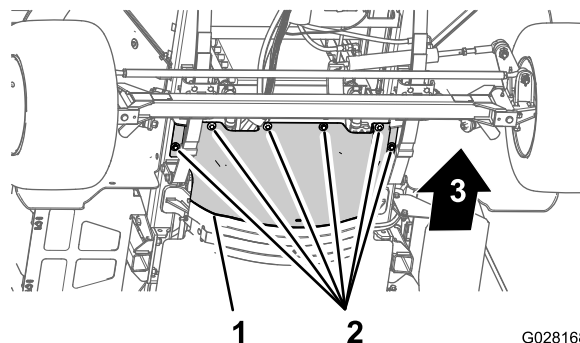

図 60
3. 前側防熱シールドをシャーシに固定しているソケットヘッドボルト6本とワッシャ6枚を外してシールドを取り外す 図 60。